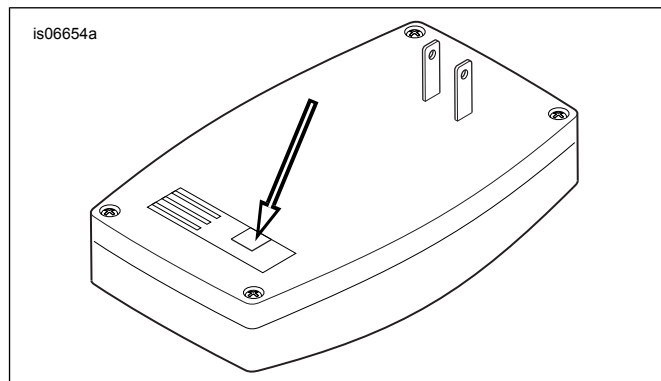

Figura 2. Ricevitore del telecomando della porta del garage, vista posteriore
7. Vedere Figura 2 Collegare il connettore del cavo del ricevitore del telecomando Harley-Davidson alla presa nella parte posteriore del ricevitore del dispositivo di apertura della porta del garage, come mostrato nella figura.